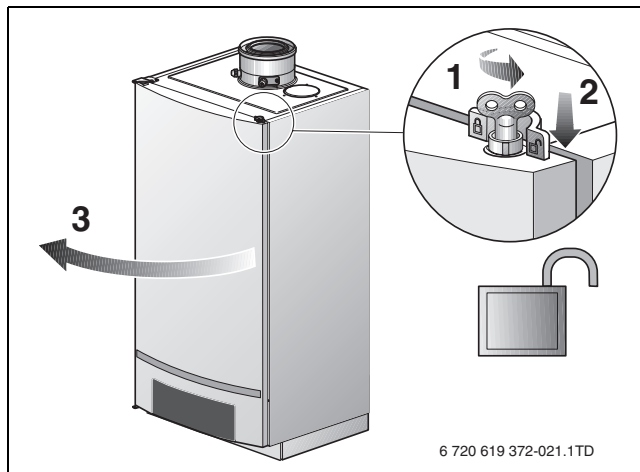

Fig. 82 Aprire il portello della caldaia
- Allentare di un quarto di giro la chiusura del portello della caldaia con la chiave di sfiato (→ fig. 82, zoom).
- Premere verso il basso la chiusura (→ fig. 82) e aprire il portello della caldaia.